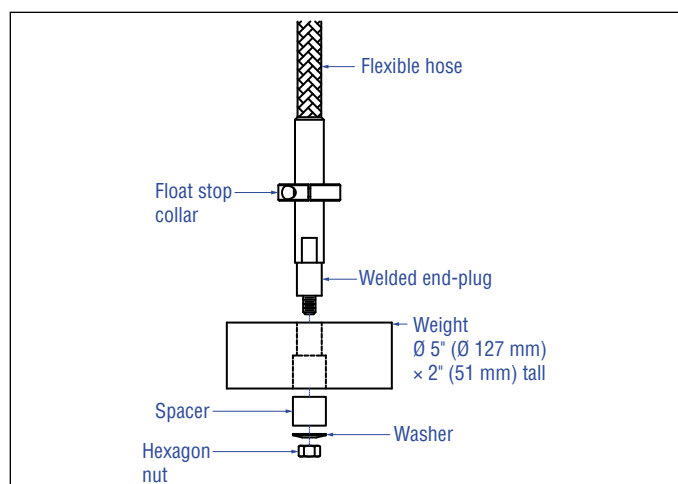
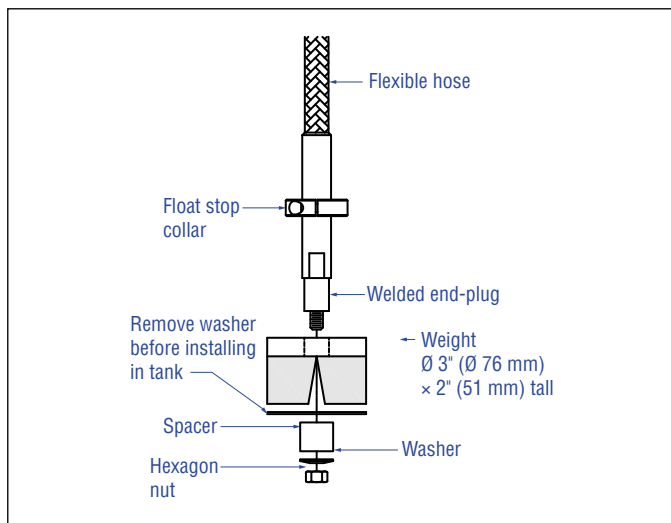
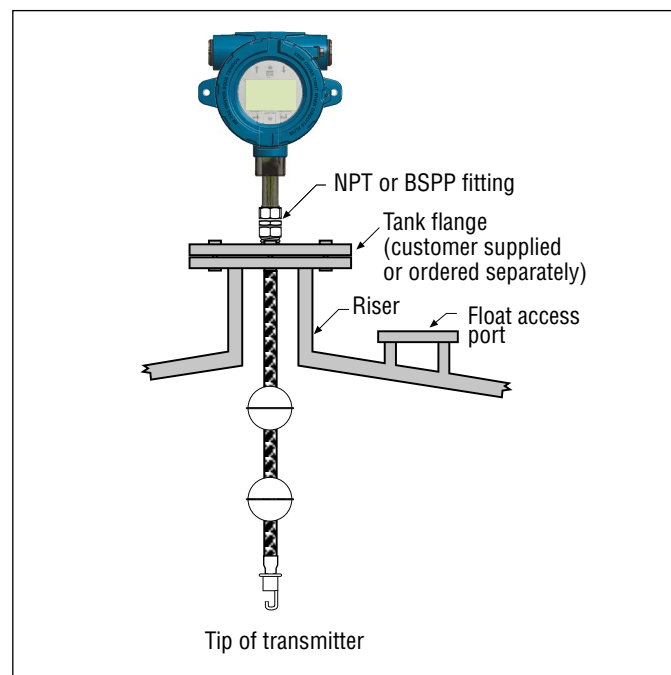

Fig. 8: Pesa de fijación inferior
Fig. 9: Imán de fijación inferior
Fig. 11: Montaje con brida soldada para tubo flexible
5. Monte el gancho, la pesa o el imán a la sección del enchufe con extremo soldado de la tubería (la sección rígida inferior de la tubería) usando la tuerca, el espaciador o la rondana proporcionados, apriete de forma segura como se muestra en la Fig. 8, la Fig. 11 y la Fig. 9. Para el imán, quite la rondana antes de instalarlo en el tanque.
En la mayoría de las aplicaciones, el transmisor Tank Slayer® se puede montar directamente al tanque o a la brida a través de un accesorio roscado NPT o BSPP, siempre que haya una conexión roscada adecuada disponible. Si el flotador no se adapta a la abertura de la brida cuando se retira la brida, debe existir algún medio alternativo de montaje del flotador en el transmisor desde el interior del recipiente; esto puede exigir un puerto de acceso próximo al punto de entrada del transmisor, según se muestra en la Fig. 11.